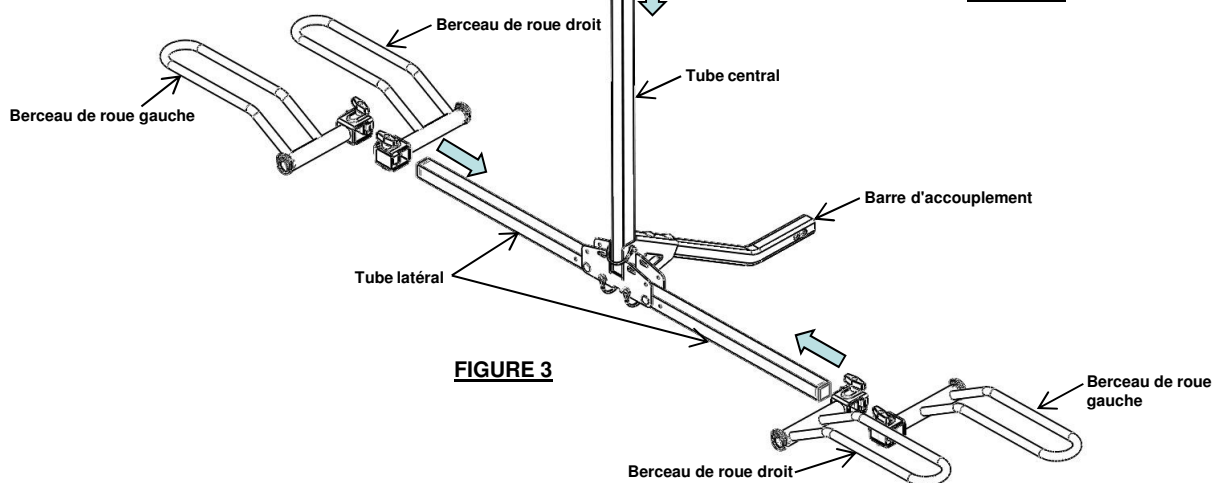

FIGURE 3
- Glisser les berceaux de roue sur les tubes latéraux, comme illustré. (Fig. 3)
- Glisser les crochets de cadre sur le tube central, comme illustré. (Fig. 3)